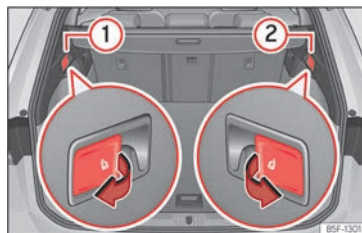

Abb. 103 Im Gepäckraum: Hebel zum Entriegeln der Rücksitzlehne.
- Ziehen Sie am Hebel zur Fernentriegelung auf der linken » (Abb. 103) ① oder rechten ② Seite der Rückenlehne in Pfeilrichtung. Der entriegelte Teil der Rücksitzbank klappt nun automatisch nach vorn um.